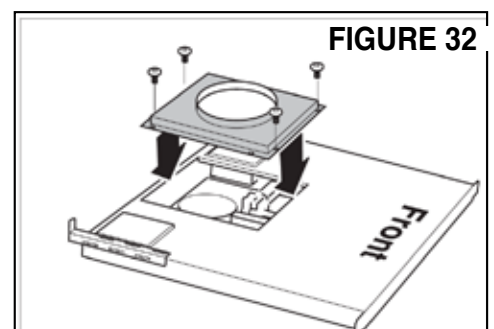

FIGURE 32
- La plaque de raccordement est installée à l'aide de 4 vis comme le montre la figure 32